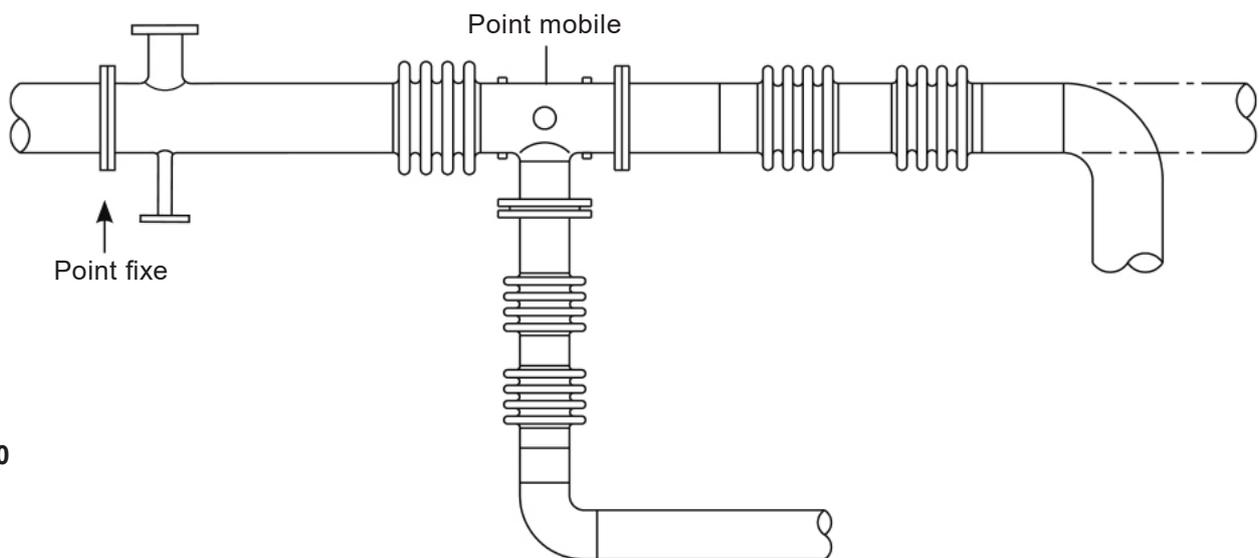

Fig. 10
**4.9** La Fig. 10 montre un exemple de raccordements des tubes. Il est possible d'utiliser également des tubes de plus grande courbure ou des raccordements flexibles.